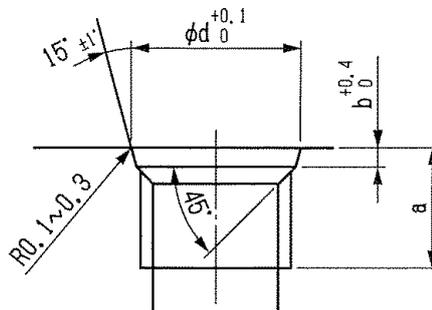

図 6-2 管用平行ねじ(G)ポート形状
- 本製品の各ポートは管用平行ねじ(G)のポートを使用しています。図6-2を参照してください。他の規格のねじのホースコネクタを使用すると、本製品が破損し、実機の誤作動による人身事故の発生や実機が破損するおそれがあります。